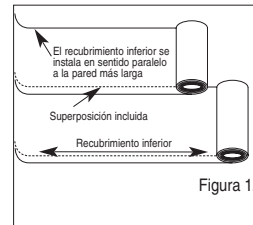

Figura 12
• El contrapiso del piso flotante está equipado con una cinta de doble faz para facilitar el entintado de las juntas precortadas traslapadas (Figura 12). Si se usa un contrapiso sin adhesivo, coloque la cinta que se incluye en todas las juntas.